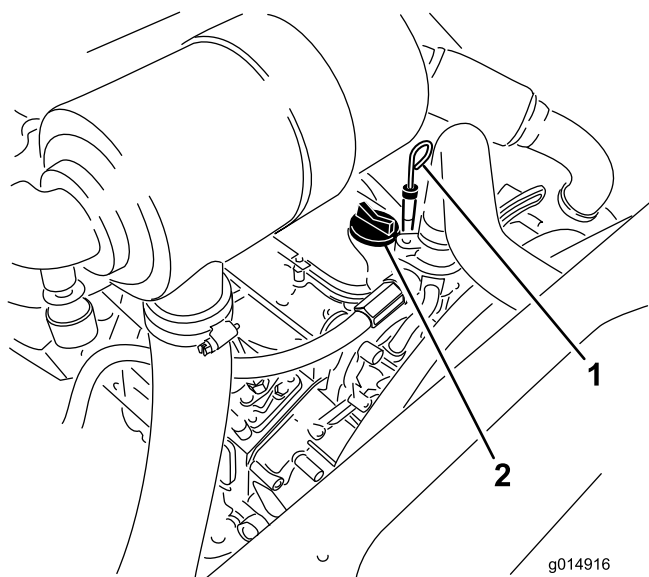

Figura 33
3. Togliete l'asta di livello, asciugatela e reinseritela (Figura 33).
5. Se l'olio non raggiunge la tacca Full, togliete il tappo di riempimento (Figura 33) e aggiungete olio finché il livello non raggiunge la tacca.